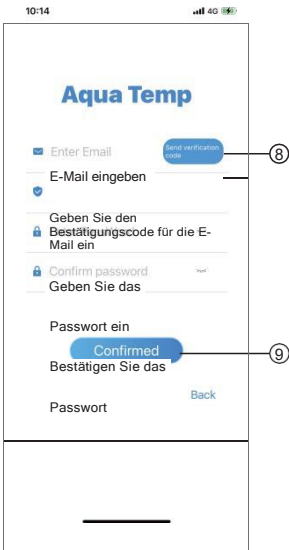

Abb.3 Passwort vergessen Oberflächen
(Abb.3). Befolgen Sie die Anweisungen auf der Seite, füllen Sie die relevanten Informationen aus, klicken ⑧ Sie, um den Bestätigungscode zu erhalten